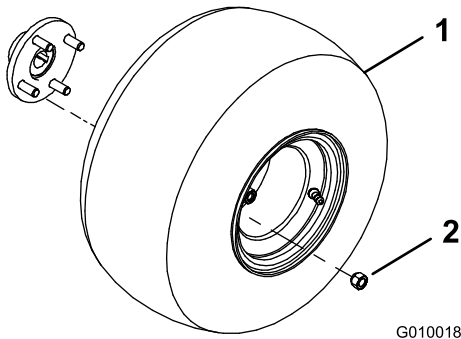

Рисунок 3
2. Установите колесо в сборе на каждую ступицу заднего колеса (Рисунок 3).
3. Установите зажимные гайки (Рисунок 3) и затяните их с моментом 61-75 Н•м.